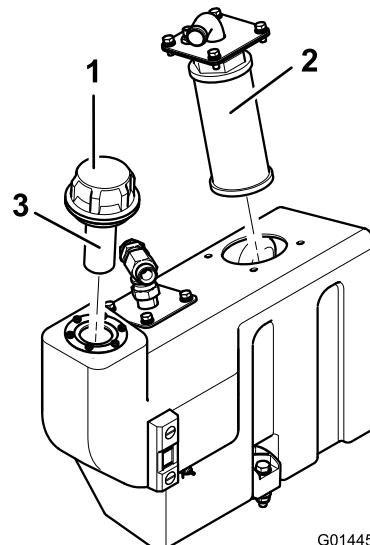

Figure 73
1. Enlevez la bride d'aspiration du réservoir d'huile pour accéder à la crépine d'aspiration (Figure 73).
2. Dévissez et déposez la crépine et nettoyez-la avec de la paraffine ou de l'essence avant de la reposer (Figure 73).